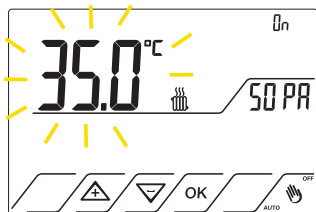

Fig.46
11.4.4 Premere il tasti  o  per impostare il valore prescelto nel range da 2 a 60°C. Fig.46 (Di default 35°C).